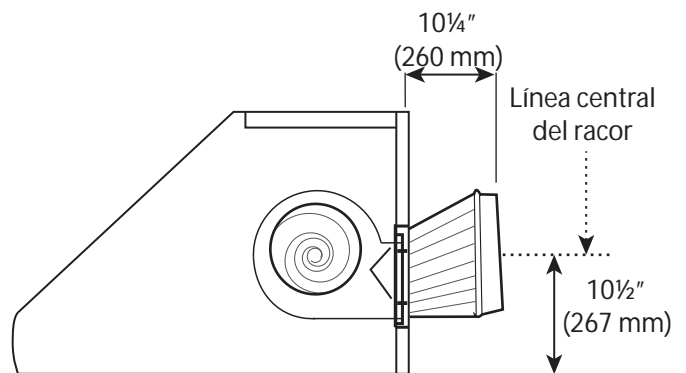
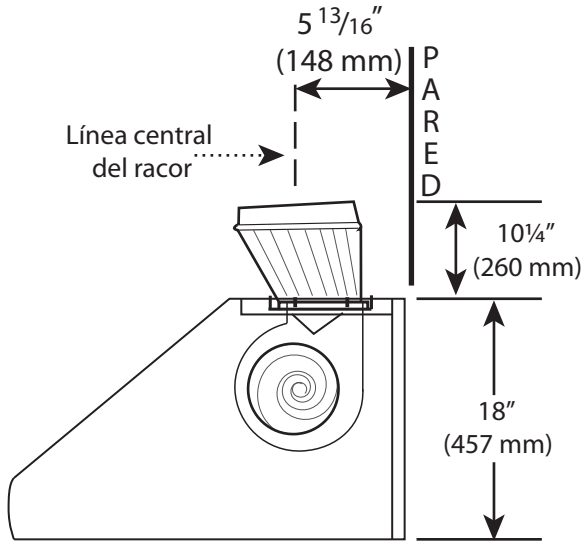

Figura 10: Línea central del racor para una salida horizontal
Figura 11: Línea central del racor para una salida vertical
El racor proporcionado con la campana está vinculado a un conducto circular de 10 pulg. La *Figura 10* ilustra la campana configurada con una salida horizontal.
La *Figura 11* muestra la campana configurada para una salida vertical. Se debe hacer una abertura en el techo, por la que pasarán un conducto de 10 pulg. (254 mm) y un tubo protector de ½ pulg. (13 mm) con los cables que alimentan el aparato, para la instalaciones que necesiten este método.
13. Antes de colgar la campana, instale el racor, como se muestra en la *Figura 10* o la *Figura 11*. Fije el racor con dos tornillos para chapas de 3/8 pulg. (proporcionados) y cinta de aluminio, conforme a los códigos vigentes.